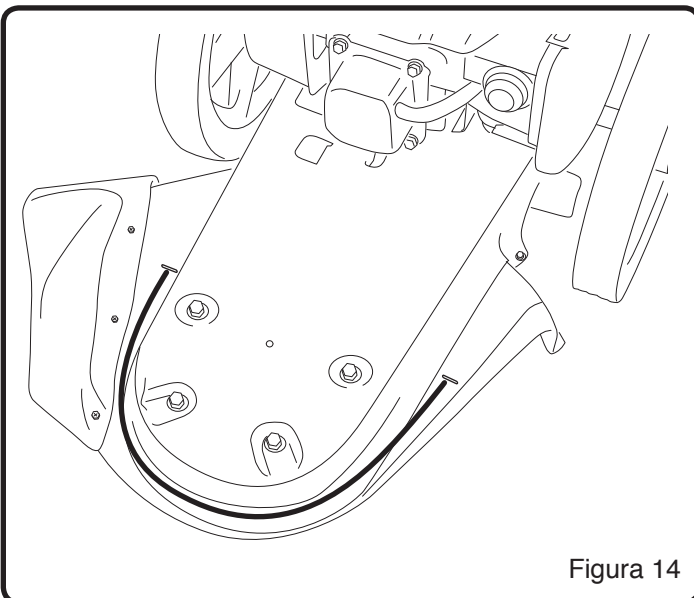

Figura 14
3. Cortar la longitud del hilo de la segadora a 546 mm (21.5 pulgadas). Utilizar la guía de longitud. Ésta está ubicada en la pantalla para asegurarse que el hilo tenga la longitud correcta. (Véase la Figura 14)